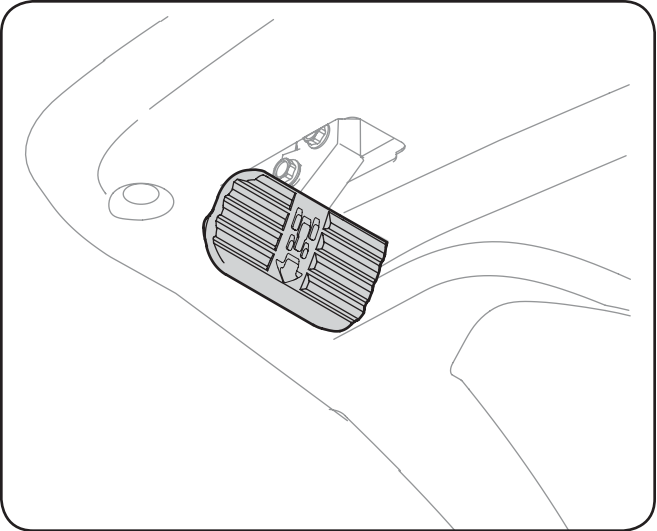

Figure 5-1
1. Appuyez légèrement sur la pédale de frein pour desserrer le frein de stationnement. Placez la manette de l'obturateur à la position RAPIDE (lapin). Voir la Figure 5-1.
2. Pour vous déplacer en MARCHE AVANT, placez le levier de vitesses à la position de marche avant, puis appuyez lentement sur la pédale d'accélérateur jusqu'à l'obtention de la vitesse désirée. Voir la Figure 5-1.